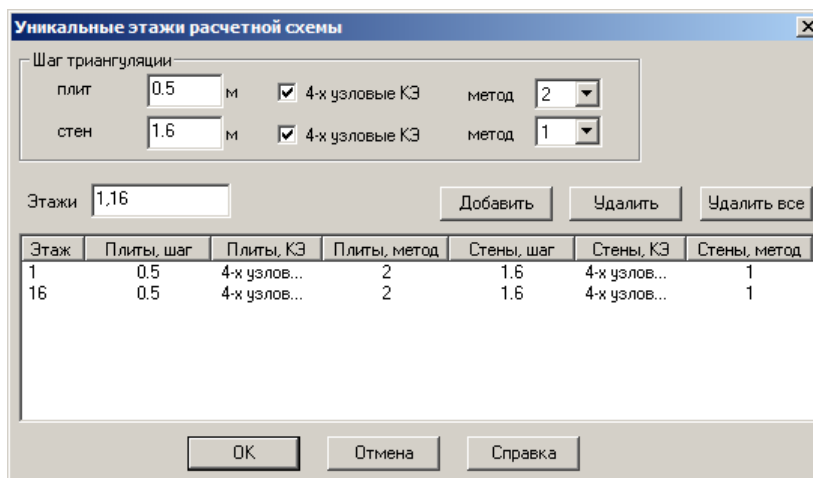

Рис.13.11.2. Окно диалога Уникальные этажи расчетной схемы
- в окне диалога **Уникальные этажи расчетной схемы** (рис. 13.11.2) выполните следующие действия: